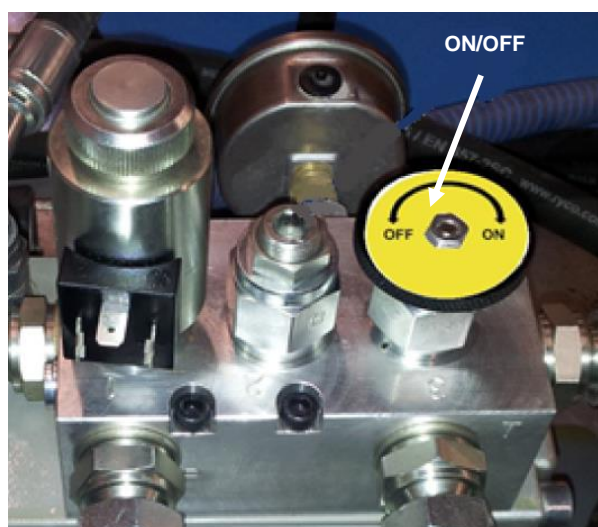

Bild 6
3. Vrid ON/OFF-kranen (bild 6) moturs till OFF-läget. Borstmaskinens borste är då bortkopplad.
När man endast ska använda tvättspistolen får man bort borstens rotationshydraulik genom att vrida reglageknappen ovanför pumpen till OFF-läget. (bild 6). Tvättspistolen fås i bruk genom att vrida kran 2 på bild 5 till läget A.